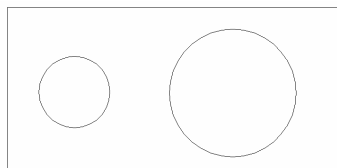
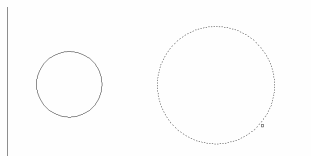

图 15-1 画任意两个图形
图 15-2 选中右边的大圆
- (1) 打开新文件，画两个任意大小的图形，如图 15-1 所示。
- (2) 执行 Drawing→Region 命令，然后选取图 15-1 中右边的大圆，如图 15-2 所示。